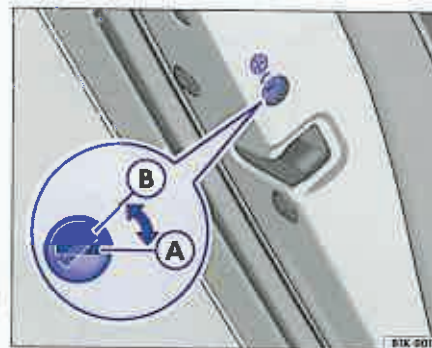
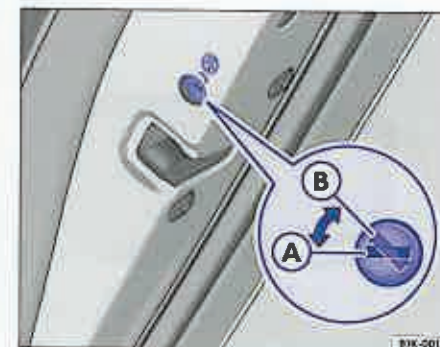

Fig. 29 Siguranța pentru copii în ușa din stânga: (A) decuplată, (B) cuplată.
Fig. 30 Siguranța pentru copii în ușa din dreapta: (A) decuplată, (B) cuplată.
– Rotiți cu cheia în ușa deschisă, fanta în poziția ⇒ fig. 29 (B) sau ⇒ fig. 30 (B).
– Rotiți cu cheia în ușa deschisă, fanta în poziția ⇒ fig. 29 (A) sau ⇒ fig. 30 (A).